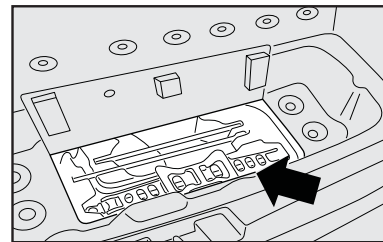

fig. 2
O macaco e o acionador do macaco estão armazenados sob uma tampa no compartimento de armazenamento traseiro na área de carga **fig. 2**.
1. Remova os componentes 1, 2 e 3 de acionamento do macaco do armazenamento monte-os. Os mesmos estão localizados debaixo da tampa A-fig. 2.